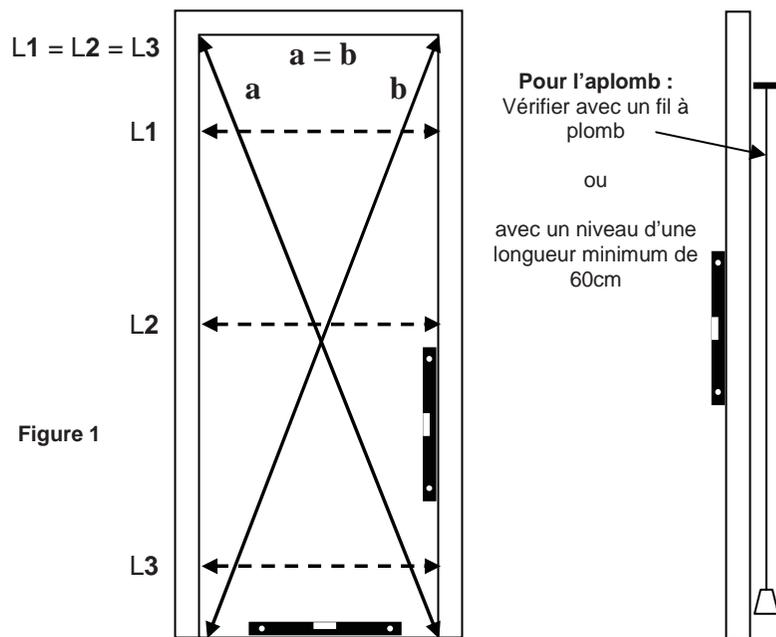

Figure 1
- Caler la porte en respectant l'aplomb, le niveau et l'égalité des diagonales (figure 1).